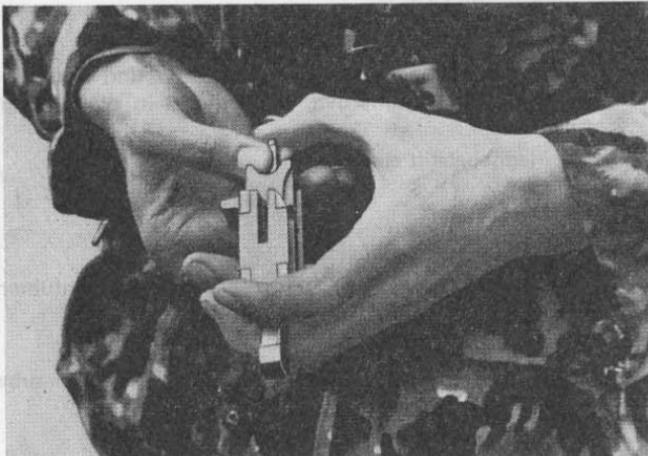

Bild 27
- Zündstift mit Verschlußkopfstift in die vordere Endlage stoßen (Bild 27)